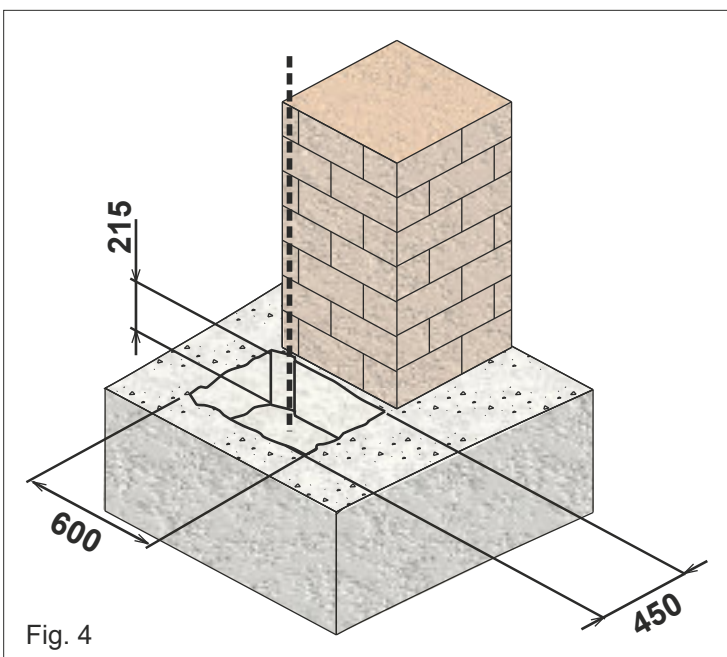

Fig. 4
- 2.1.** Bereid op basis van de metingen in Fig. 4 een uitgraving voor waarin de funderingsdoos wordt gecementeerd.